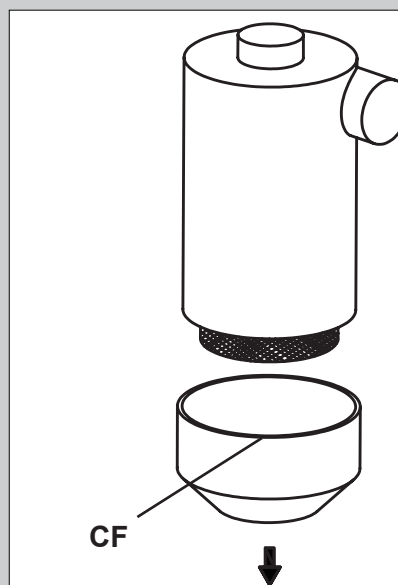

Рис. 20
- Высвободите нижнюю часть корпуса фильтра **CF**, нажав на язычки крепления (рис. 20)